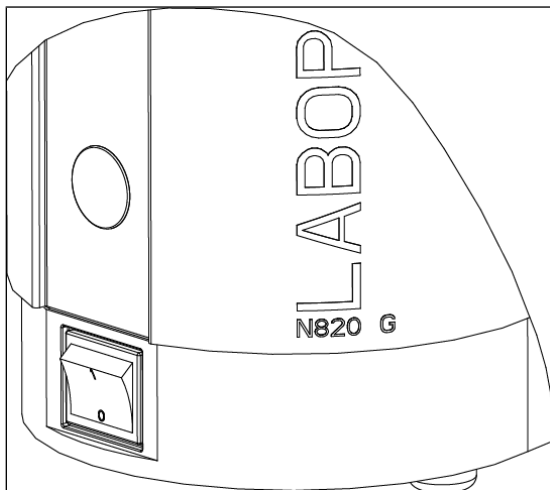

Fig. 5: Conexión y desconexión de la bomba con interruptor de alimentación
- Conectar la bomba con el interruptor de alimentación (ver Fig. 5).